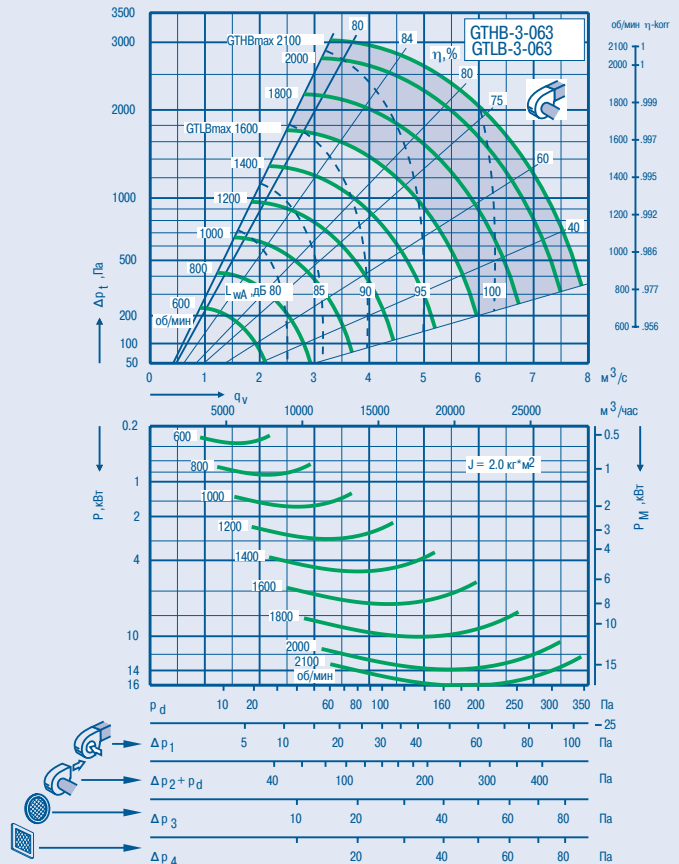

Рис. 8 Вентиляторная диаграмма вентилятора с ременным приводом
2. Наносится производительность  $q=4 \text{ м}^3/\text{с}$  и перепад полного давления  $\Delta p=1420 \text{ Па}$  на подробную вентиляторную диаграмму (см. рис. 8).
3. Продлевается линия, соответствующая производительности  $q=4 \text{ м}^3/\text{с}$ , вниз на диаграмму мощности до пересечения с кривой (см. рис. 8), соответствующей найденной в п. 2 скорости  $n=1600 \text{ об}/\text{мин}$ . Точка пересечения проецируется вправо на шкалу  $P_M$ , и определяется величина  $P_M$ .